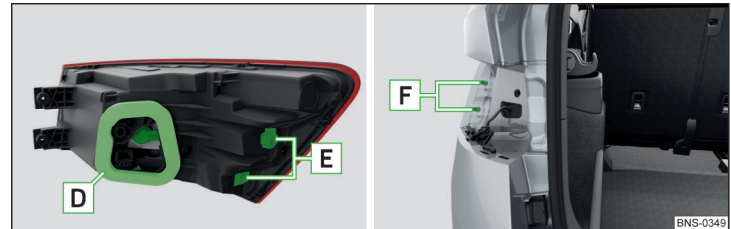

Abb. 375 Leuchte einbauen
- › Die Leuchte mit den Öffnungen **E** auf die Bolzen **F** » Abb. 375 in der Karosserie stecken und die Leuchte vorsichtig eindrücken » **!**
- Darauf achten, dass bei erneutem Einbau der Leuchte der Leitungsstrang zwischen der Karosserie und der Leuchte nicht eingeklemmt und die Dichtung **D** » Abb. 375 richtig eingesetzt wird - anderenfalls besteht die Gefahr von Wassereintritt und von Beschädigung der Elektroinstallation.